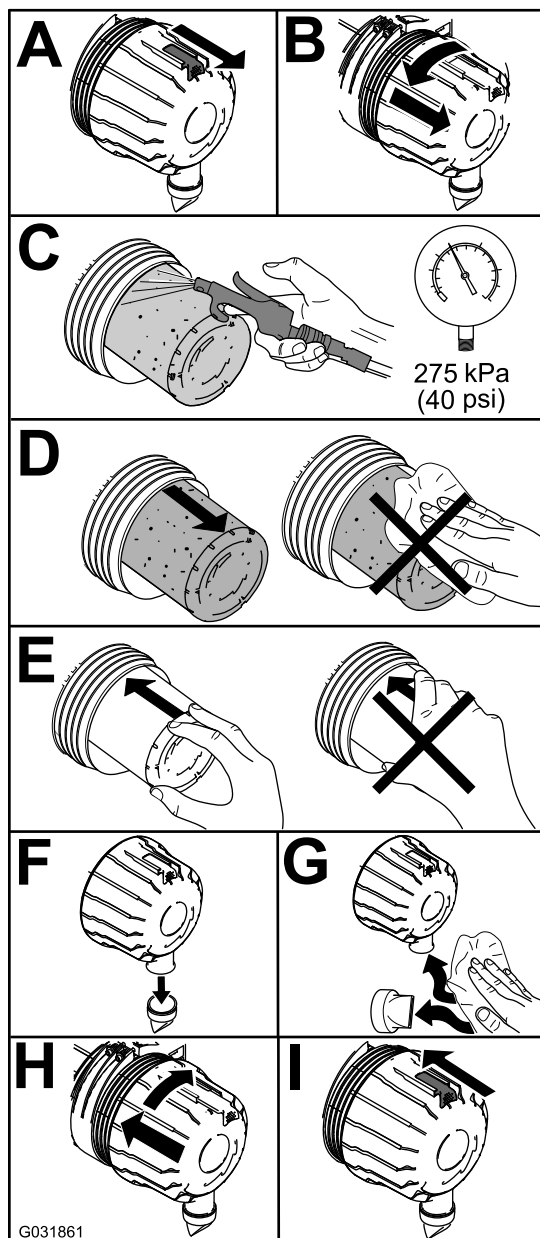

Figura 40
1. Substitua o filtro de ar (Figura 40).